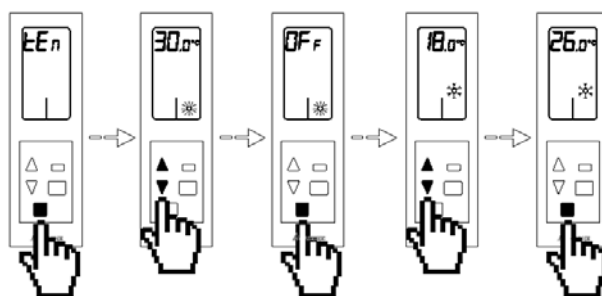

Fig. 75
- **Limite di temperatura massimo in caldo e minimo in freddo $\overline{E\overline{T}}$:** Questo menù permette di modificare le temperature massime per il modo caldo e minime per il modo freddo impostabili sul termostato dall'utente permettendo in più di disabilitare un modo di funzionamento. Per difetto il sistema ha impostato come temperatura massima in caldo $\text{☀} \text{☀} \text{☀} 30^\circ$ e come minima in freddo $\text{❄} 18^\circ$. Se si desidera modificare questo valore premere $\square$ ed il valore inizierà a lampeggiare, per primo si modificherà il valore massimo in caldo in valori compresi tra 30° e 19° con salto di 1° . Se selezioniamo l'opzione $\overline{OFF}$ disabilitaremo il modo di funzionamento in caldo per l'intero sistema. Utilizzare le frecce $\triangle \nabla$ per modificare il valore e premere $\square$ per confermare. Una volta confermato dovremo modificare la temperatura in freddo in valori compresi tra 18° e 25° con salto di 1° . Se selezioniamo l'opzione $\overline{OFF}$ disabilitaremo il modo di funzionamento in caldo per l'intero sistema. Utilizzare le frecce $\triangle \nabla$ per modificare il valore e premere $\square$ per confermare. (Fig.75)